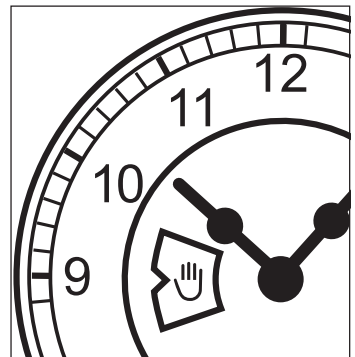

Fig. 1
4. Vérifiez que le programmeur est réglé en position "manuel"  (Fig. 1).